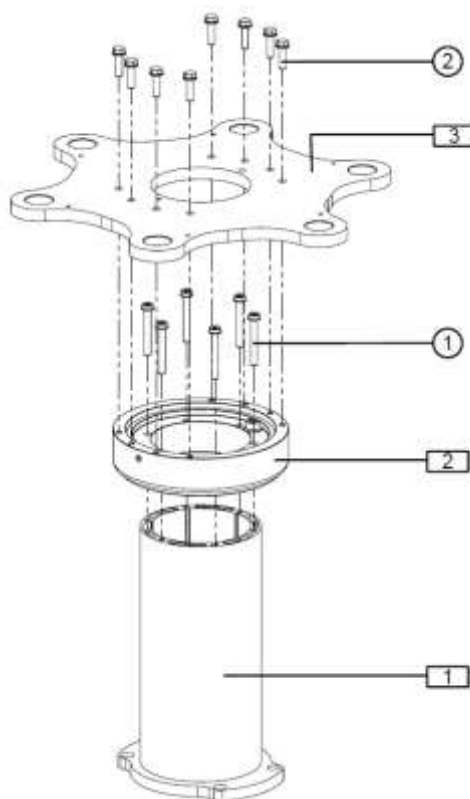

Abb.38 Montage des Fallrohrs bei COLUMN ROTATION
Abbildung 38 zeigt den Einbau des Fallrohrs bei einer COLUMN ROTATION.
- Öffnen Sie eine der seitlichen Abdeckungen des Servicekopfes ①, indem Sie die Zylinderschrauben M4 x 16 mm ④ oben und unten entfernen. Nun kann die seitliche Abdeckung wie in Abbildung 38 gezeigt geöffnet werden, sodass das Innere des Servicekopfes sichtbar wird.